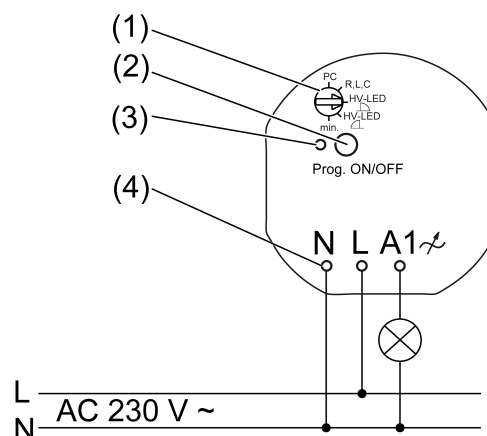

Figura 1: Schema di collegamento
- Collegare il carico come da schema di collegamento (Figura 1).
- Inserire l'attuatore nella scatola apparecchi in modo tale che il tasto **Prog** (2) e il LED di stato (3) siano visibili.